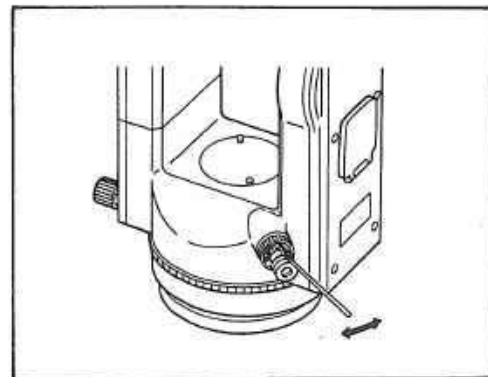

図64
- 1) 機械が水平の状態、二重丸の中央に測点が見えているとき、水平固定つまみ⑧をゆるめ、本体上部を180°回して、再度測点の位置を見ます。測点が二重丸の中央からずれていなければ調整の必要はありません。
- a) 光学垂球についている4本の調整ねじ⑫で、ずれの半量だけを修正します。残りの半量は整準ねじ⑫で修正します。(図64)